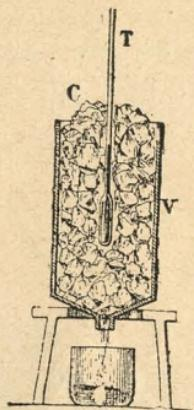

Fig. 80
**3. Graduación del termómetro de mercurio.**—Se ha fijado dos puntos que sirven de base á la graduación de los termómetros, la del hielo (fig. 80) que se derrite y da